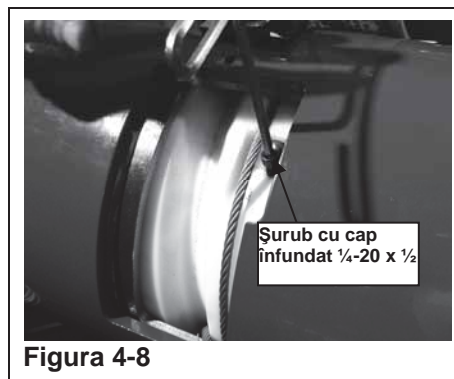

Figura 4-8
- Pas 8. Demontați șurubul cu cap înfundat 1/4-20 x 1/2 situat deasupra cozii cu bilă de la tamburul balansierului. (Vezi Figura 4-8)